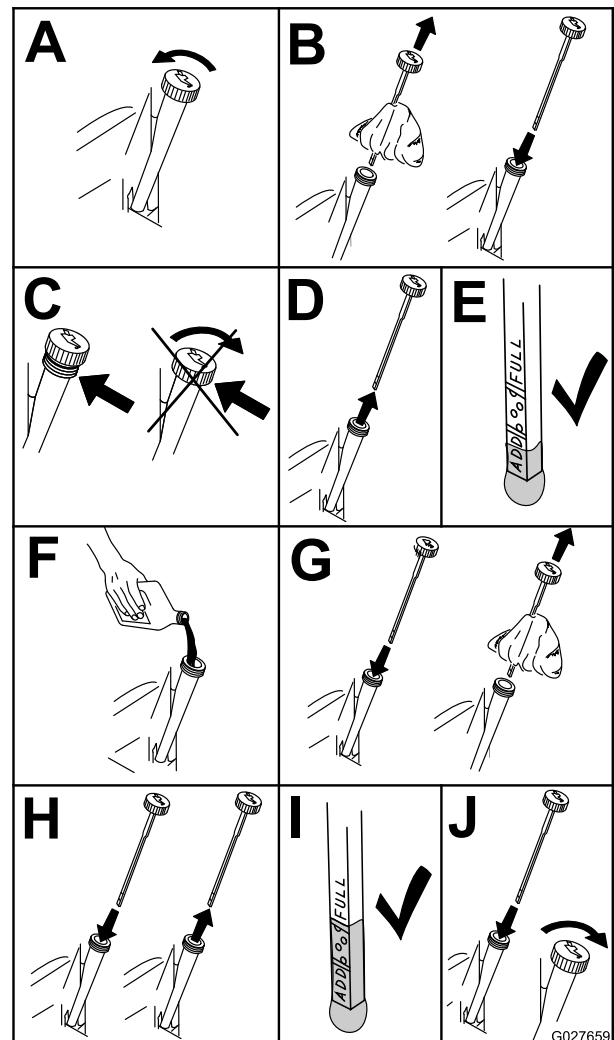

Figura 52
2. Desligue o motor, retire a chave e espere até todas as partes em movimento pararem antes de sair da posição de funcionamento (Figura 52).